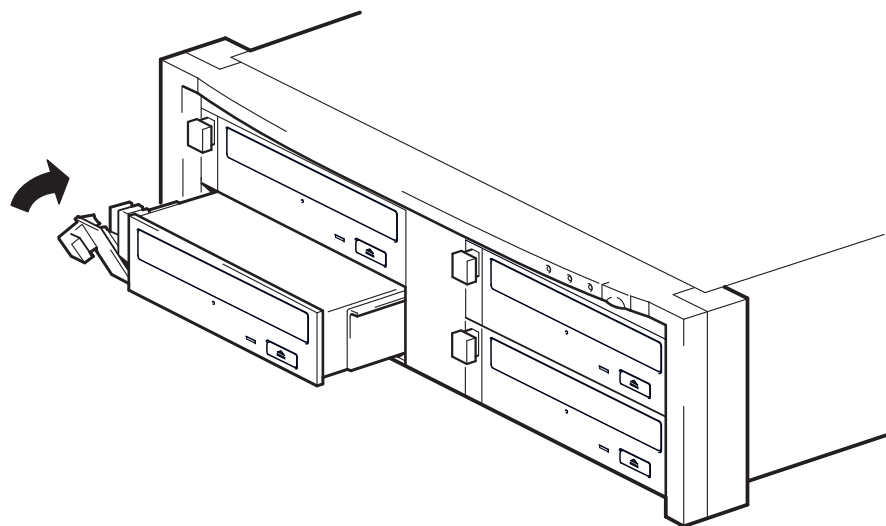

图 1b: 安装驱动器
- 2** 将驱动器滑入一个打开的托架中（如图 1b 所示），确保驱动器两侧的导轨都嵌入分隔墙的槽中。请确保驱动器已完全推入，以保证后部接口牢固地固定到位。抽出器拉杆会轻轻关闭。